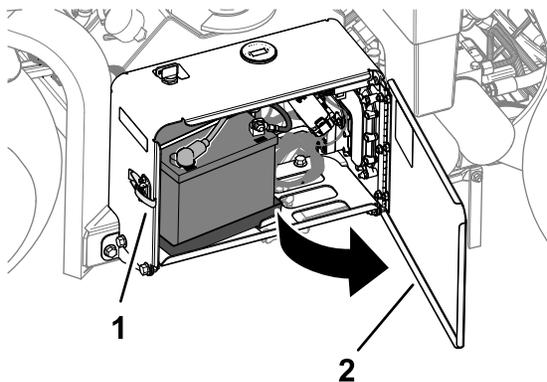

Figure 160
1. Déverrouillez et ouvrez la porte du compartiment de la batterie (Figure 160).